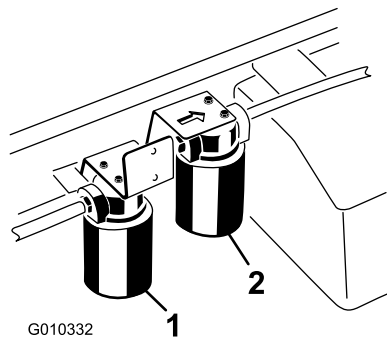

Figura 68
- Coloque un recipiente debajo del filtro y retire el filtro (Figura 68).
1. Limpie la zona de montaje del filtro hidráulico de alto caudal (**Figura 68**).